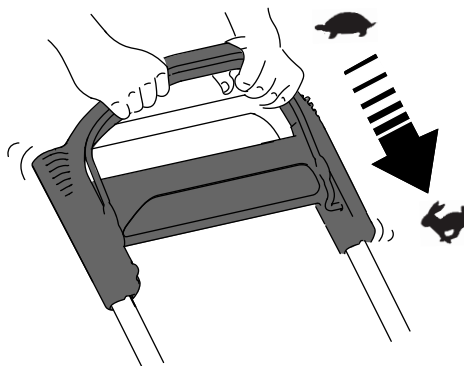

Figur 12
2. Sett inn elektrisk start-knappen i den elektriske startbryteren (A i Figur 12).
3. Klem inn knivkontrollbøylen og hold den mot håndtaket (B i Figur 12).
4. Trykk på elektrisk start-knappen, og hold den nede til motoren starter (C i Figur 12).